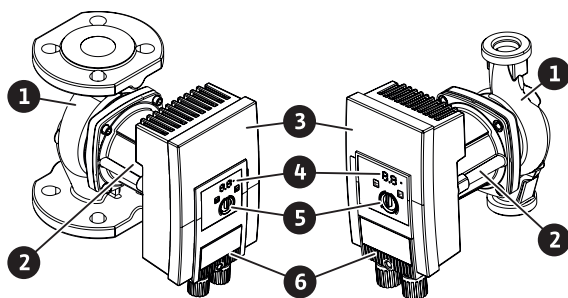

Fig. 1: Panoramica pompa
- Se necessario, utilizzare un dispositivo di sollevamento con portanza sufficiente (Fig. 1).
Sul corpo motore si trova un modulo di regolazione (Fig. 1, pos. 3) che regola la pompa e fornisce un'interfaccia SSM. In base al tipo di applicazione o funzione di regolazione, sono regolati la velocità di rotazione o la pressione differenziale. In tutte le funzioni di regolazione della pressione differenziale, la pompa si adatta costantemente alle variazioni del fabbisogno di potenza dell'impianto.